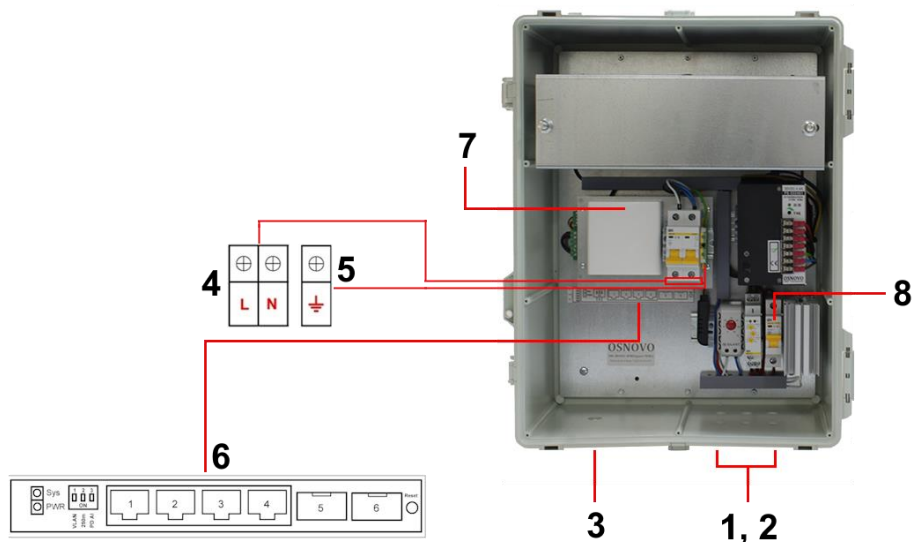

Рис. 4 Подключение уличного коммутатора SW-80402-WMU(port 90W)
1. Проденьте кабели витой пары через соответствующие отверстия гермовводов (1) снаружи внутрь бокса (рис.4).